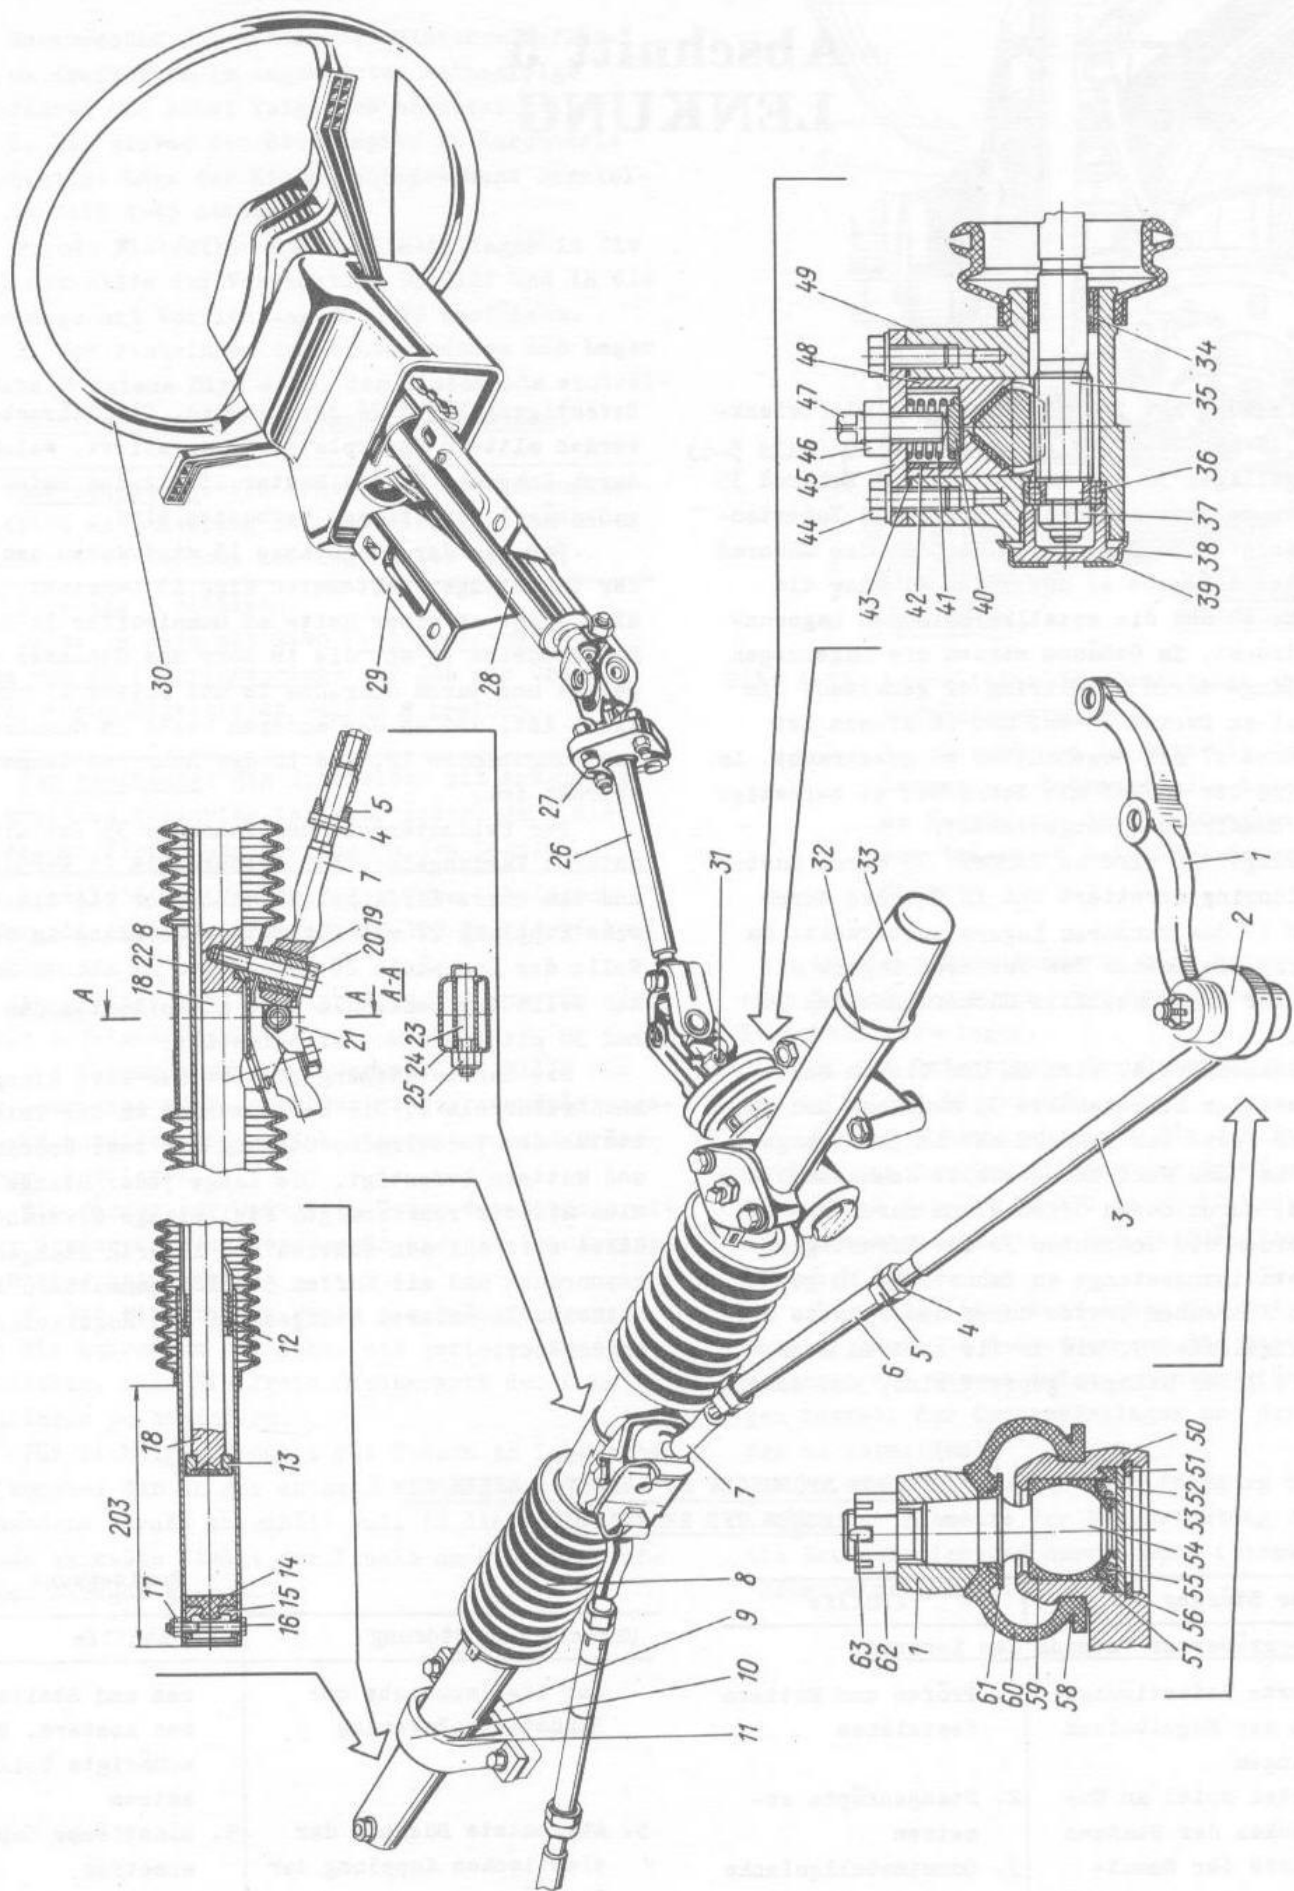

Bild 5-1. Lenkung:
Die Lenkung hat Zahnstangenbauart mit Gelenk- lenksäule. In Angüssen des Lenkgehäuses 49 (Bild 5-1) ist an Kugellager 36 und Rollenlager 34 Zahnrad 35 eingesetzt, welches sich in Eingriff mit Zahnstan- ge 18 befindet. Die Zahnstange wird an das Zahnrad mittels Stellschraube 47 und Feder 41 über die Tragscheibe 40 und die metallkeramischen Lagerun- gen 48 gedrückt. Im Gehäuse werden die Lagerungen der Zahnstange durch Spreizring 42 gehalten. Die Feder liegt an Deckel 45 an, und in diesen ist Stellschraube 47 mit Gegenmutter 46 geschraubt. Am Gehäuse wird der Deckel mit Schrauben 44 befestigt und durch Gummiring 43 abgedichtet.
Zustand von gewellter Schmutzhülle 8 (siehe Bild 5-1), stirnseitiger Schmutzhülle 33 und Schmutzhüllen 60 der Lenkstangengelenke sowie Dichtheit ihres Sitzes prüfen. Im Fall von Rissen, Unterbrechungen und anderen, deren Dichtheit verletzenden Mängeln die Teile ersetzen.
- Spannschraube und Mutter 31 (siehe Bild 5-1) zur Befestigung der Gelenkwellegabel an Zahnrad losdrehen und wegnehmen;